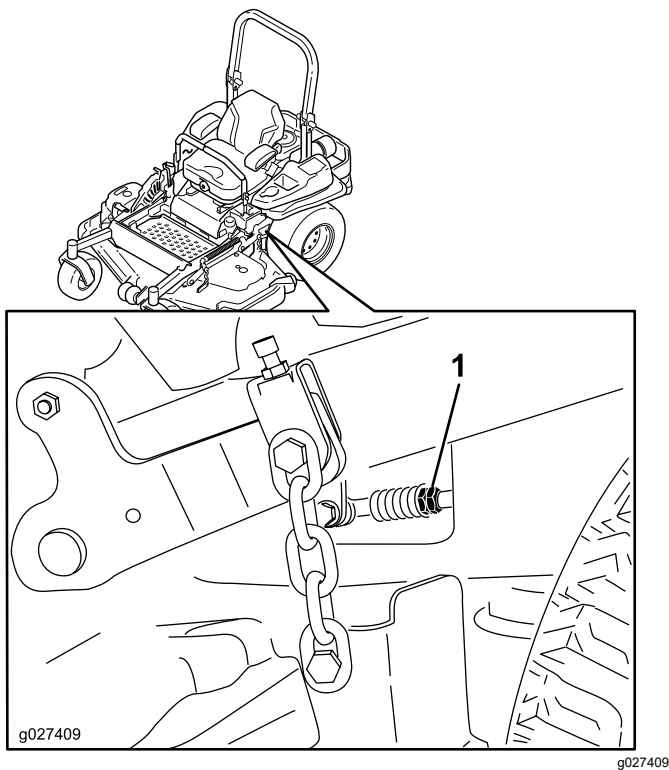

Figura 81
10. Ajuste la longitud de las varillas de control de las bombas girando las tuercas dobles de la varilla en el sentido apropiado, hasta que las ruedas se muevan ligeramente en marcha atrás (Figura 81).